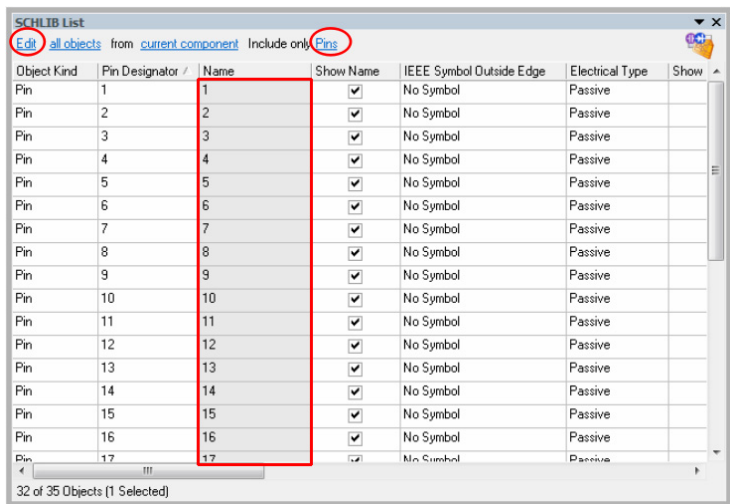

图 19-10 利用 SCLIB List 编辑引脚名称
4) 打开 SCHLIB List 面板, 将其上部的选项按图 19-10 所示进行设置, 并使所有引脚按照 Pin Designator (引脚编号) 递增排序。